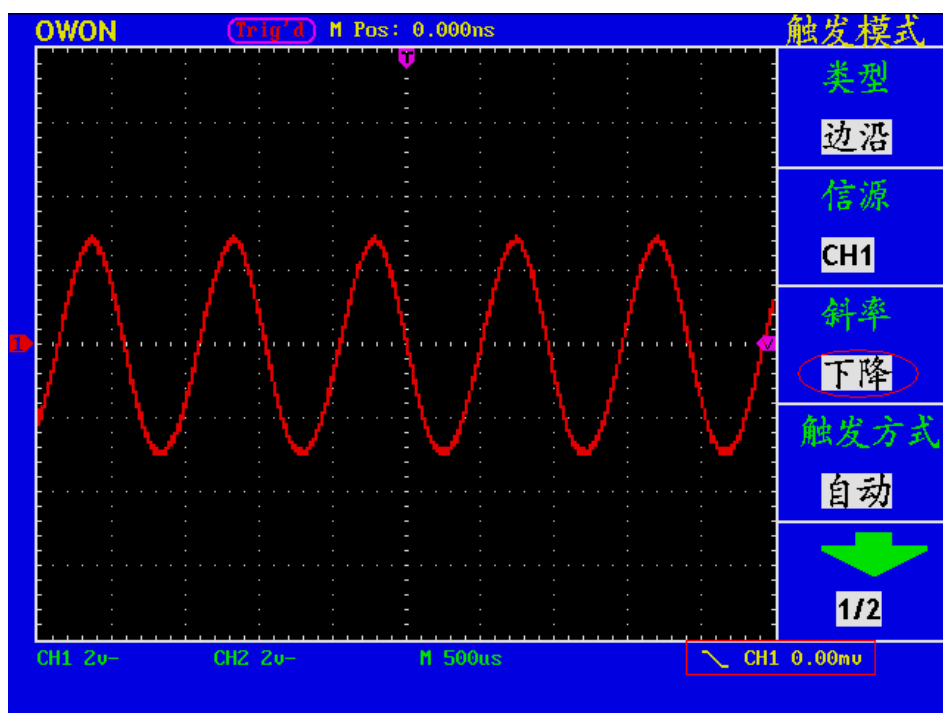

图 32: 下降沿触发波形
- 10、再按 **F3** 菜单选择按键，选择斜率为 **下降**。屏幕显示见图32。